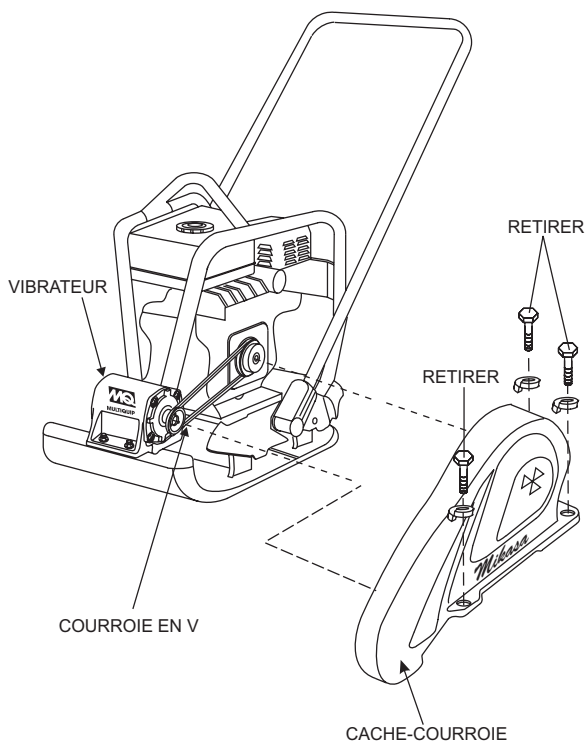

Figure 6. Retrait du cache-courroie
1. Pour vérifier la tension de la courroie en V, retirez les trois boulons qui fixent le cache-courroie au châssis, comme à la figure 6.